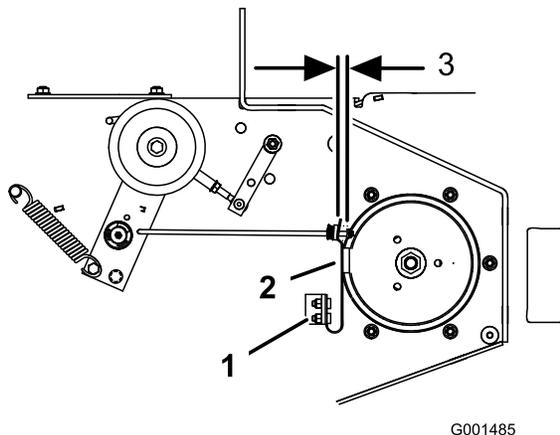

Figure 59
lame frotte contre les deux côtés de la gorge de la poulie (Figure 59).
- Ajustez l'écrou à l'extrémité de la tige de frein jusqu'à ce que l'écrou et l'entretoise soient espacés de 3 à 5 mm (1/8 à 3/16 po) (Figure 59).